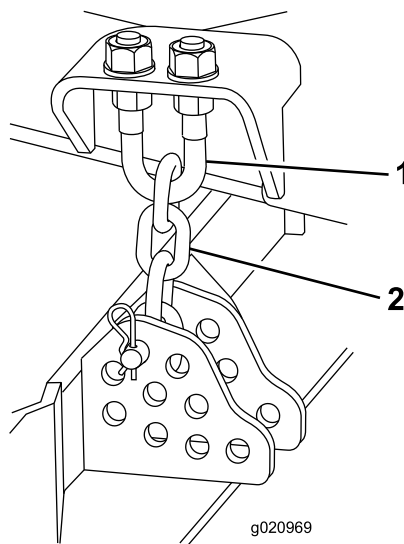

Figura 108
4. Retire o contrapino tipo grampo e pino de segurança que fixam as correntes da altura de corte à traseira da plataforma de corte (Figura 108).